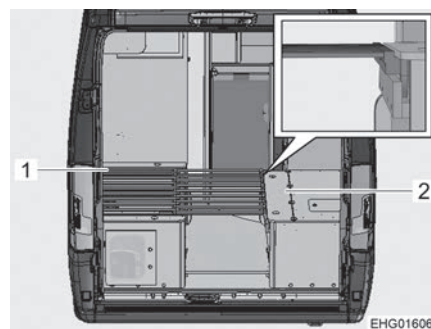

Bild 84 Under ombyggnaden
- Lyft upp den vänstra sittbänkens ribbotten (Bild 84,1) något och dra ut utdragsribbotten.
- Öppna locket för sänglådan (Bild 84,2) på höger sittbänk.